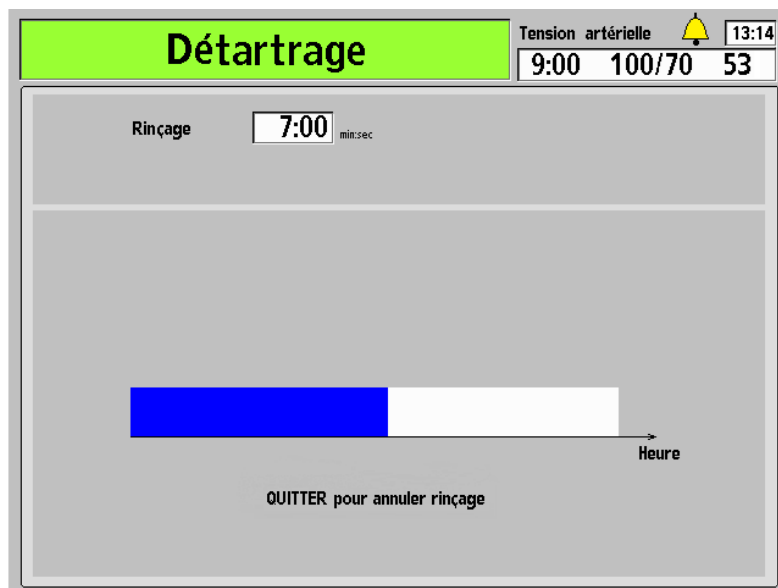

Figure 93 – Écran « Détartrage »
5. Appuyez sur **CONFIRMER** pour débiter le cycle de détartrage. L'écran « Détartrage » s'ouvre (reportez-vous à la Figure 93). Le temps écoulé est affiché dans la barre horizontale.
5. Appuyez sur **CONFIRMER** pour débiter le cycle détartrage du programme. L'écran « Détartrage » s'ouvre (reportez-vous à la Figure 93 – Écran « Détartrage »). Le temps écoulé est affiché dans la barre horizontale.